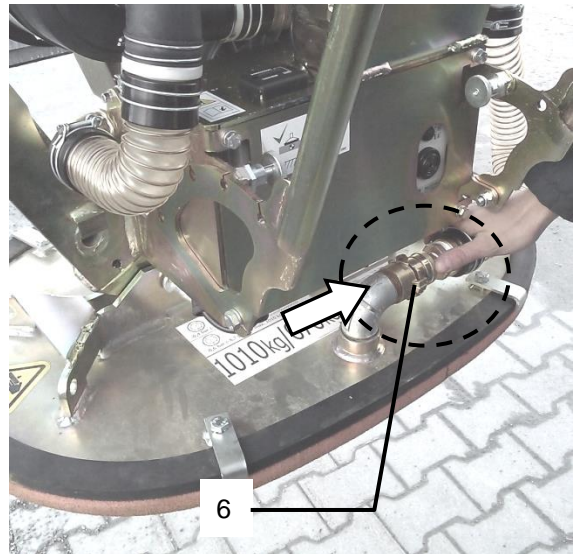

Abb. 7
- Zur Erhöhung der Saugleistung bei stark porösen Lasten (Steinplatten) kann die standardmäßig montierte Schnellwechselkupplung (6) von der Saugplatte demontiert werden, um den Vakuumschlauch dann direkt an die Saugplatte anzuschließen.
- Hierfür muss Schnellwechselkupplung (6) am Saugschlauch entfernt werden (→ Abb. 7 + 8).